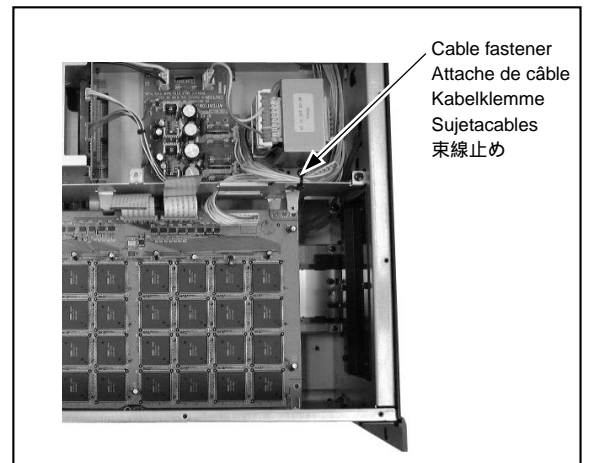

Figure 5
5. Cut and remove the cable fastener holding the power supply cable intended for the DB-SREV1 Expansion Board, as shown in Figure 5. Reinstall the previously removed DSP board, remembering to replace the two internal fixing screws and the two external fixing screws, and to reconnect the two flat cable connectors and the power supply connector.
Coupez et retirez l'attache de câble qui retient le câble d'alimentation destinée à la carte d'extension DB-SREV1 (voyez "Figure 5") et retirez cette attache.
Schneiden Sie die Kabelklemme des Stromversorgungskabels für die DB-SREV1 wie in "Figure 5" gezeigt" auf und entnehmen Sie sie.